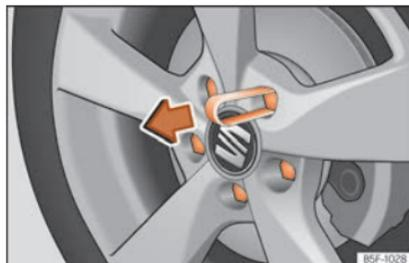

Fig. 68 Pinça para retirar os protetores dos parafusos das rodas.
- Encaixe a pinça de plástico (ferramenta de bordo) no protetor até que encaixe » » » **Fig. 68**.